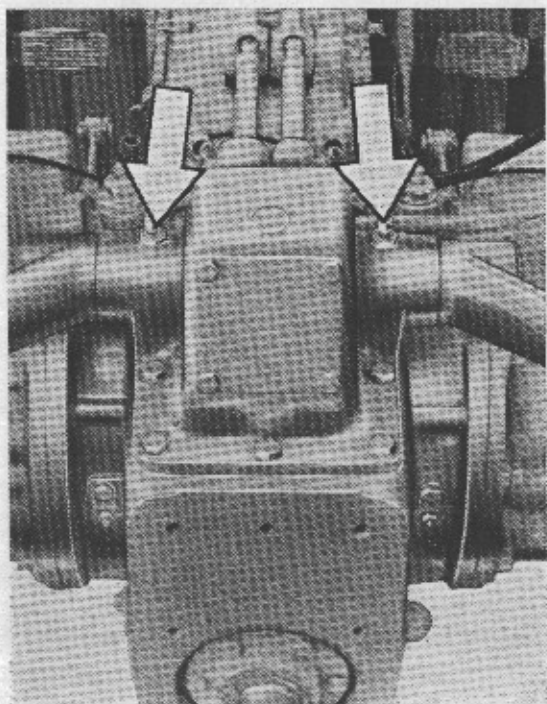

Fig. 42
4) **Supporti albero del sollevatore idraulico** - Togliere i tappi ed oliare (fig. 42).